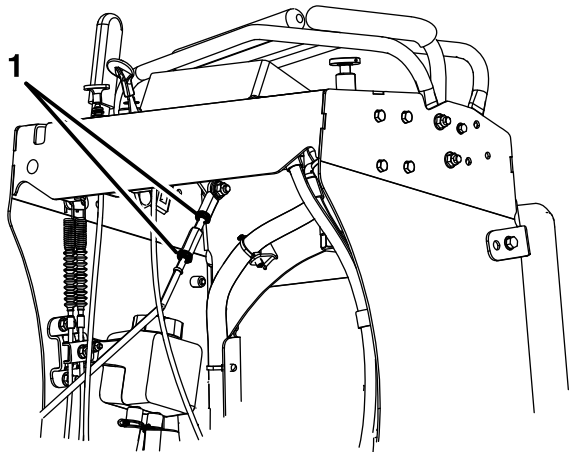

Figura 44
- A. Deje que las palancas de control vuelvan a punto muerto y afloje las dos contratuercas del acoplamiento de ajuste hexagonal (Figura 44).
- C. Apriete las contratuercas (Figura 44).